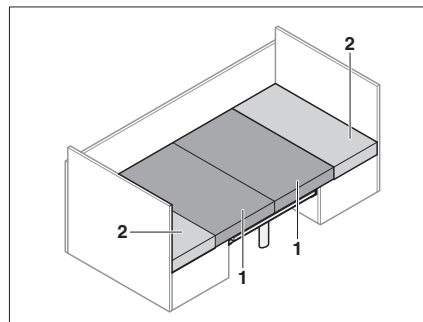

Fig. 65 Dopo la trasformazione
- Tirare i cuscini del divano (Fig. 65,1) verso il centro.
- Posizionare i cuscini dello schienale (Fig. 65,2) tra i cuscini del divano e la parete.